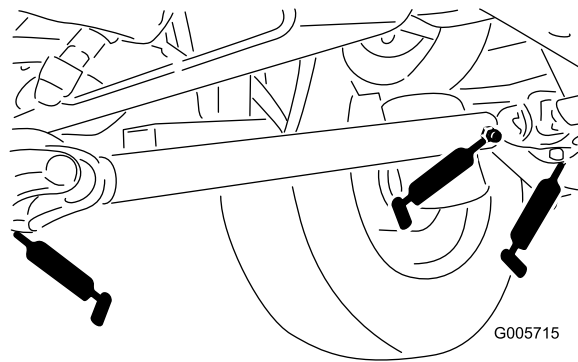

Figura 41
- Árbol de transmisión (3) (Figura 41).
- Alojamiento del embrague (Figura 41)